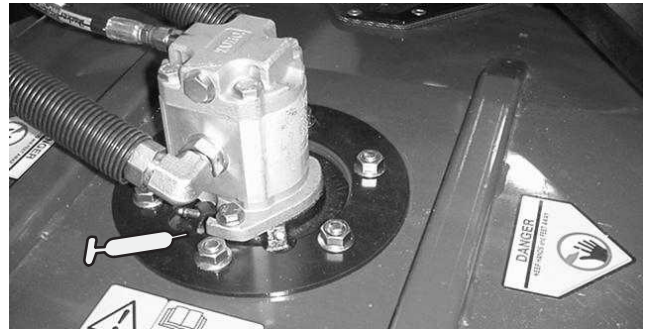

Figure 33
- Paliers d'axes de pivots de plateau de coupe (1 par plateau de coupe) (Fig. 33)